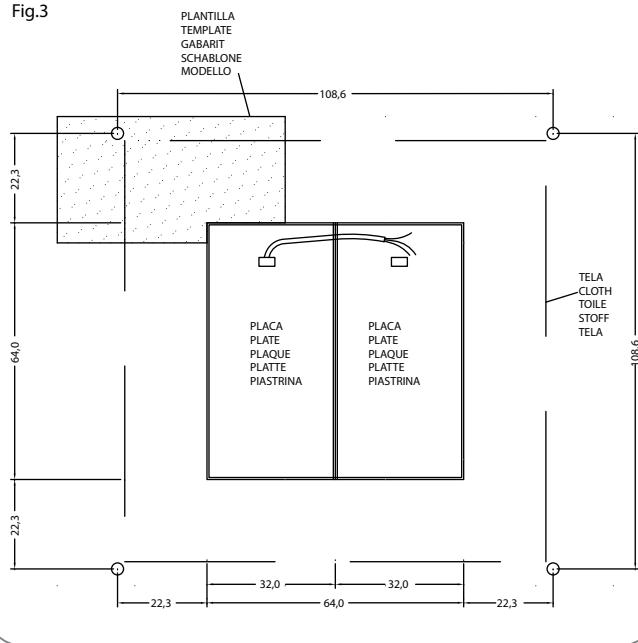

Fig.3
4. Colocar los conos C mediante tacos y tirafondos, como indica la fig 2 y RESPETANDO las medidas que indica la fig 3. NOTA: Utilizar la plantilla para el cálculo de las distancias de los conos, teniendo cuidado de hacer bien tope en el borde de la placa (fig 3). Estas medidas son MUY IMPORTANTES para que la tela quede correctamente colocada.
4. Fix lampholders C using blocks and lag screws as per fig 2, CONSIDERING sizes as per fig 3.
5. REMARK: Use the template in order to calculate right distances for lampholders. Be careful that an accurate plate stoppage is achieved as per fig 3. These sizes are VERY IMPORTANT to achieve a good cloth setting.
4. Die Lampensockel C mit Hilfe der Dübel und Schrauben im Sinne der Abbildung 2 unter BERÜCKSICHTIGUNG der in der Abbildung 3 angegebenen Abmessungen anbringen. HINWEIS: Verwenden Sie die Schablone (wobei darauf zu achten ist, einen sauberen Anschlag am Platterang im Sinne der Abbildung 3 herzustellen) zur berechnung des Abstandes zwischen den Lampensockeln. Diese Abmessungen sind sehr wichtig für das ordnungsgemäße Anbringen des Stoffes.
4. Collocare le bussole C mediante taselli e tirafondo come da fig 2 OSSERVANDO le misure indicate in fig 3. NOTE: Utilizzare il modello (avendo cura di fare fondo sul bordo della piastrina, come da fig 3) per il calcolo delle distanze delle bussole. Tali misure sono MOLTO IMPORTANTI per la corretta collocazione della tela.
4. Mettre les douilles C à l'aide de chevilles et de tire-fonds fig 2 EN RESPECTANT les mesures indiquées dans la fig 3. NOTE: Utiliser le gabarit pour le calcul des séparations des douilles (en prenant soin de bien la placer contre le bord de la plaque fig 3). Ces mesures sont TRES IMPORTANTES pour bien placer la toile.